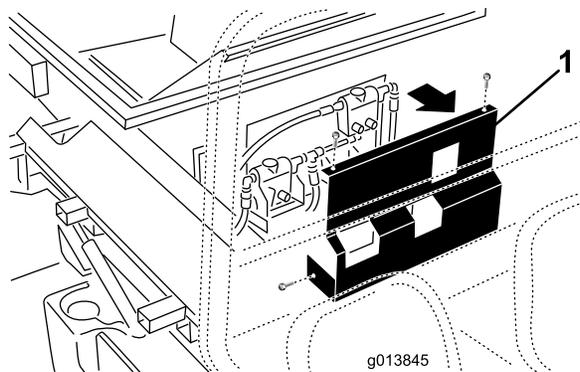

Figura 13
10. En la versión SH, modelo 44701, retire las fijaciones que sujetan la tapa a la parte delantera de la máquina y aparte la tapa (Figura 13).